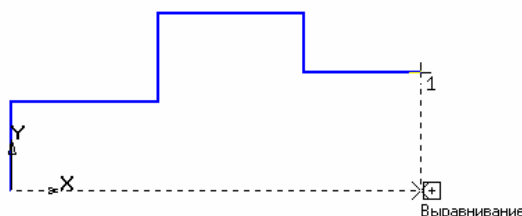

Рис. 2.24.
2. Розгорніть вікно фрагмента. Увімкніть *Num Lock*. Активізуйте команду *Безперервне введення об'єктів*. Встановіть курсор в початок координат, натиснувши [Ctrl] + [0] та [Enter]. Початкова точка зафіксована. В даному випадку простіше будувати клавіатурою, встановивши крок курсора, що дорівнює 5. Перемістіть вгору курсор 3 рази (15 мм), вправо 6 разів (30 мм), вгору 3 рази (15 мм), вправо 5 разів (25 мм), вниз 2 рази (10 мм), вправо 5 разів (25 мм); клацанням правої кнопки дозволите локальні прив'язки і виберіть прив'язку *Вирівнювання*, проведіть лінію вниз, рис. 2.24. Перервіть команду.